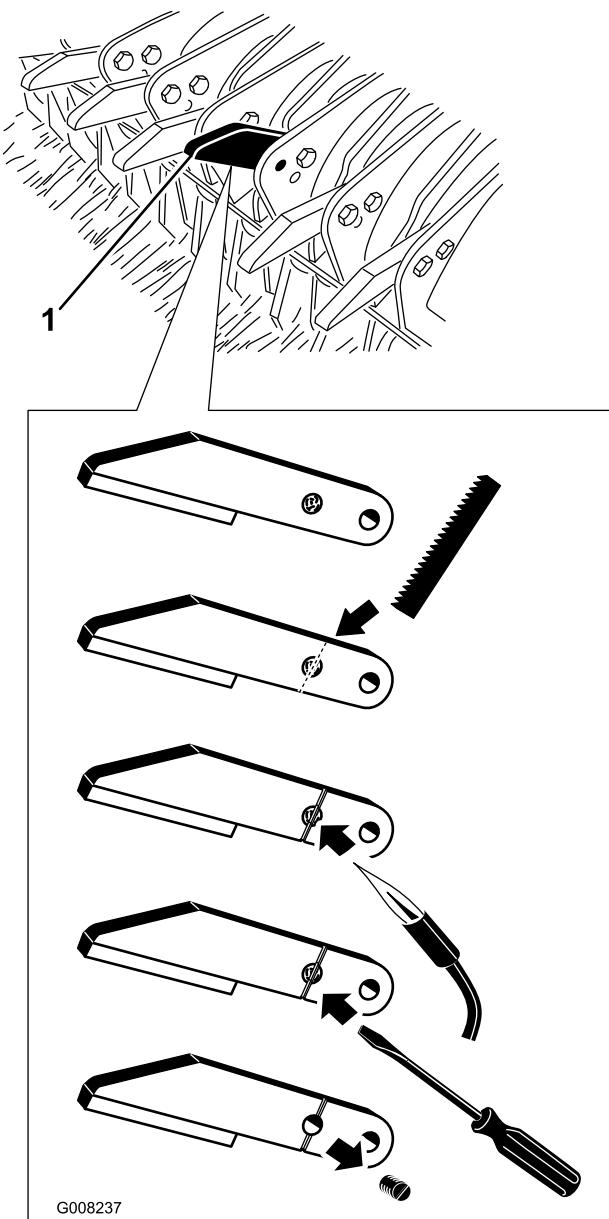

Figura 38
1. Retire el perno que no se ha partido y que sujetaba la punta a la hoja (Figura 38). Separe la punta de la picadora de la hoja.
2. Usando una sierra para metales, corte una ranura en el extremo partido del perno, penetrando en la punta de la picadora (Figura 38). La ranura debe ser lo suficientemente profunda para admitir un destornillador de punta plana.
3. Una vez hecha la ranura, caliente el perno partido con un soplete para ablandar el Loctite (Figura 38).
4. Una vez ablandado el Loctite, desenrosque el perno partido de la punta de la picadora (Figura 38).